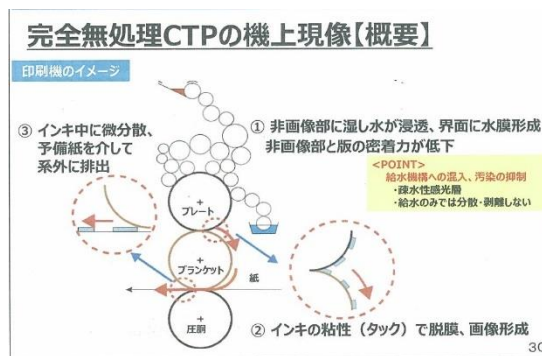

図2 完全無処理刷版の机上現像の概要
富士フィルムで「完全無処理サーマル CTP」と冠している、この「完全無処理」であることのメリットは、現像液も水も使わず、現像に関わる材料・排出物・排水をすべて削減できること。省資源における完全無処理の高い効果や、刷版としての品質の高さが評価され、現在、日本で 450 社、ワールドワイドで約 4000 社に採用されている。普及が加速する一方で、まだまだ無処理版に対する正確な情報が伝わっていないと感じることもある。導入をご検討中のお客さまから「机上現像は、印刷機やインキ・湿し水に影響があるのではないか」という質問をいただくことがあるが、富士フィルムの完全無処理 CTP では、いっさい心配は無用。富士フィルムのプレートは、露光された部分が硬化して画像部となるネガタイプで、露光済みの版を印刷機に掛けると、まず、湿し水が付くがこのときに非画像部は水に溶け出さないように設計されている（図 2-①）。湿った非画像部は、インキのタックではじめて取り除かれる（図 2-②）。取り除かれた非画像部はインク中に極微細に分散しブランケットを介して紙面へ速やかに排出される（図 2-③）、感光層下の砂目が出てきてしっかりと保水する。